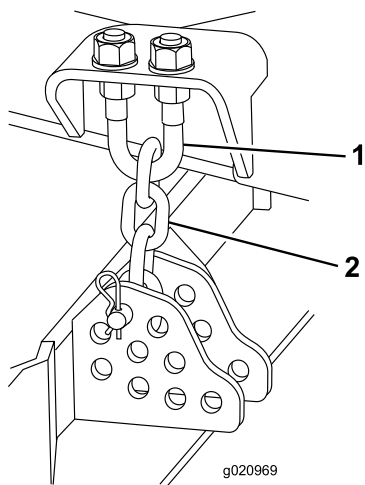

Figura 122
1. Allentate i controdadi sulla parte superiore o inferiore del bullone a U della catena dell'altezza di taglio (Figura 122).